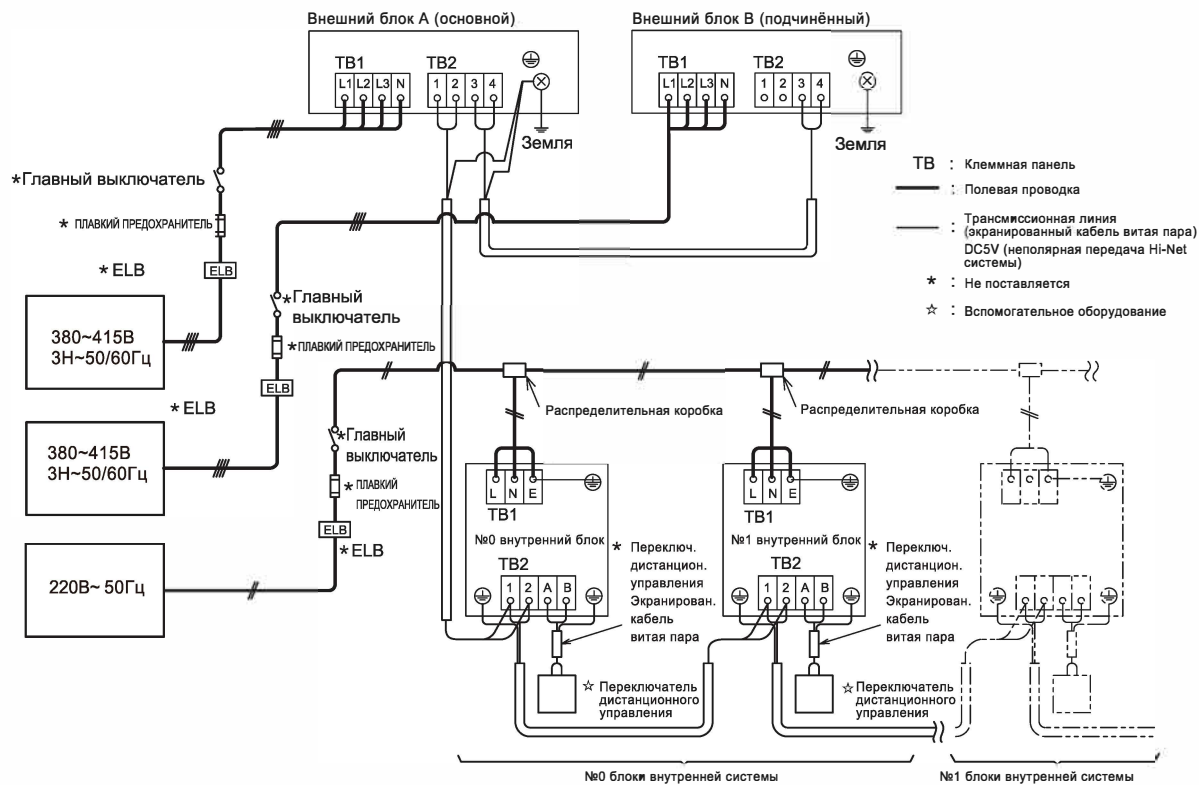

Рис. 6.2 Инструкция к соединению электропроводки
- (1) Подключите проводку питания к каждому внешнему блоку. Подключите ELB, СВ и главный выключатель (S) к каждому внешнему блоку.
- (2) Подключите проводку питания к каждой группе внутренних блоков к тому же внешнему блоку. Подключите ELB, СВ и главный выключатель (S) к каждой группе внутренних блоков.
- (3) Подключите трансмиссионную проводку между внутренними и внешними блоками, как показано на рис. 6.2
- (4) Подключите трансмиссионную проводку в один холодильный цикл блока. (В случае, если трубопровод хладагента внутреннего блока подключен к внешнему блоку, подключите трансмиссионную проводку к одному внутреннему блоку. Подключение трубопровода хладагента и трансмиссионной проводки к разным системам холодильного цикла может привести к неисправности в работе.
- (5) Для трансмиссионной проводки используйте 2-жильный электропровод, например экранированный кабель витой пары. (Не используйте 3 и более жильный провод.)
- (6) Используйте тот же тип кабелей для Hi-Net-системы того же холодильного цикла.
- (7) Трансмиссионную проводку необходимо отделить от проводки питания. Сохраняйте расстояние не менее 5см между трансмиссионной проводкой и проводкой питания, а также не менее 1,5м между трансмиссионной проводкой и проводкой питания других электрических устройств. Если вышеуказанное не обеспечивается, вложите проводку питания в металлический трубопровод, чтобы отделить от другой проводки.
- (8) Подключите следующую трансмиссионную проводку к клеммам TB2 1 и 2 внешнего блока A (основного модуля).
- (9) Не подключайте проводку питания к клеммной панели для трансмиссионной проводки (TB2). Возможно повреждение платы печатной схемы.
- (10) Подсоедините провода заземления внешнему/внутреннему. Работа с проводом заземления при условии 100 (макс.) сопротивления земли должна проводиться исключительно квалифицированным персоналом.